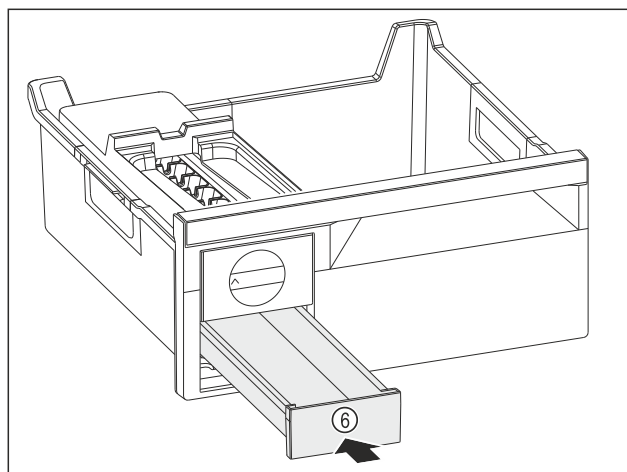

Fig. 135
- ▶ Umetnite Fig. 135 (6) pretinac za kockice leda.